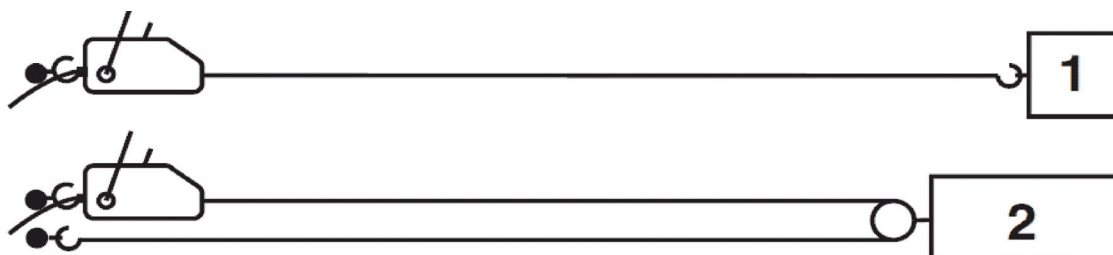

рис. 3
#### 6.4.1 Крепление груза при максимальном тяговом усилии (см.рис.3):
При креплении груза, как описано в п.6.2 (рис.3 схема 1), тяговое усилие лебёдки составляет 2т.
- Крепление груза с использованием блока полиспаста (рис.3 схема 2):